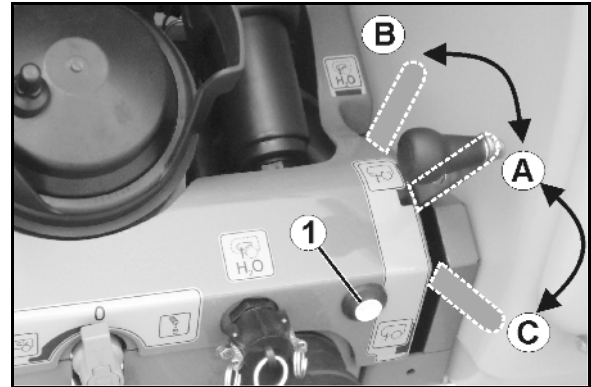

Fig. 86
- Fernbediente Umstellung von Position Spritzen (Fig. 86/A) in Position Spülen (Fig. 86/B).
Umstellung von Position Befüllen (Fig. 86/C) auf Position Spritzen (Fig. 86/A) über **AMATRON 3** oder am Bedienfeld (Fig. 86/1).